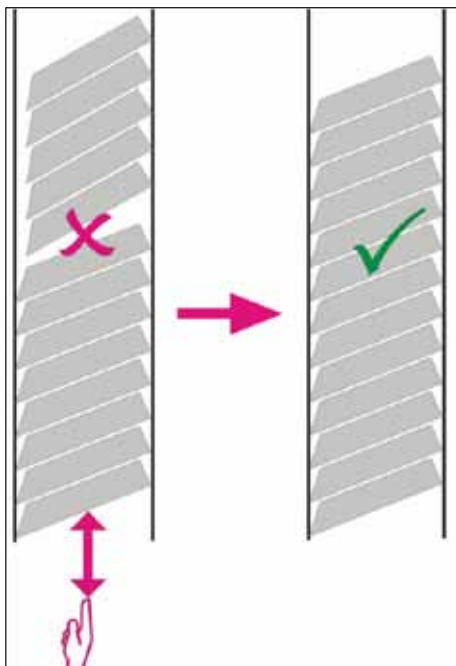

Fig. 29
✓ Les cassettes seront ainsi rangées correctement dans le chargeur (→ "Fig. 29").
- Si une pile de cassettes reliées par ruban adhésif doit être insérée, veiller à ce que la nouvelle pile de cassettes soit insérée directement à la suite des cassettes précédentes (→ "Fig. 29").